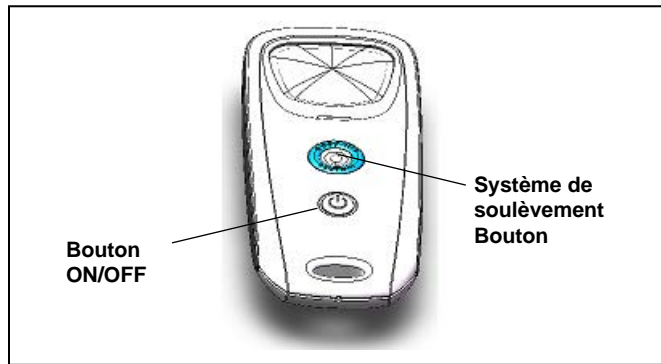

Figure 20. Télécommande 9550 Sport/P955
Appuyer sur  (voir Figure 20) pendant 3 secondes.
- Pour faire sortir le robot de l'eau à l'aide de la télécommande, appuyer sur  (voir Figure 20).